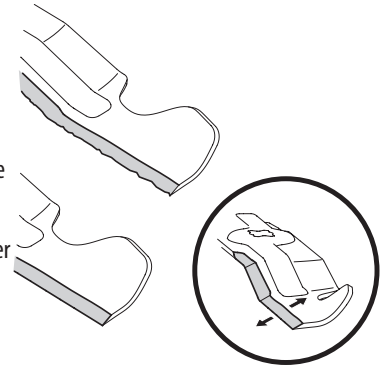

Figura 23
5. Para afilar la cuchilla de corte correctamente, extraiga cantidades iguales de metal de ambos extremos de las cuchillas a lo largo de los bordes cortantes, paralelo al borde de caída, a un ángulo de 25° a 30°. Afíle siempre cada borde de las cuchillas de corte de forma pareja para mantener un equilibrio adecuado entre las mismas. Consulte la Figura 23.